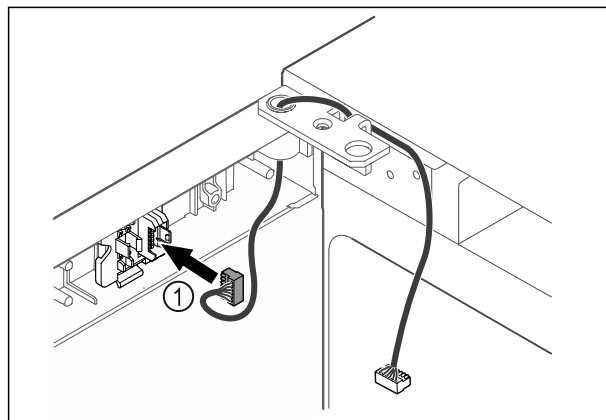

Fig. 43
- Stekker Fig. 43 (1) in steckerhouder steken.